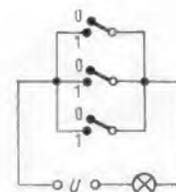

Bild 5. Darstellung der ODER-Funktion durch Parallelschaltung von Schaltern oder Relais-Arbeitskontakten
macht werden (Bild 5). Nur, wenn alle Schalter offen sind (0), leuchtet die Lampe nicht (0). Ist ein Schalter geschlossen (1), brennt die Lampe (1).